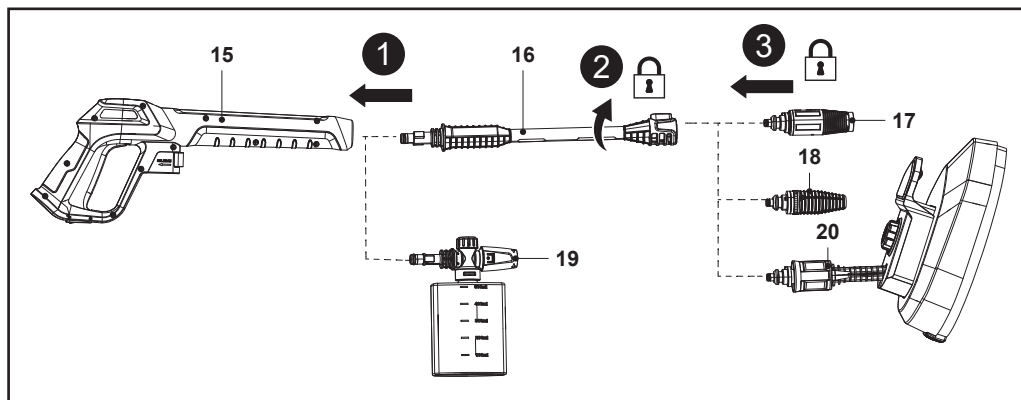

Fig. 3
1. Alinee e inserte la lanza de prolongación (16) o la boquilla de la botella de detergente (19) en el orificio de la pistola pulverizadora (15) (Fig. 3, paso 1).
2. Presione y gire a mano la lanza de prolongación (16) o la boquilla de la botella de detergente (19) en el sentido de las agujas del reloj contra la pistola pulverizadora (15) hasta que quede fijada en su sitio (Fig. 3, paso 2).
3. Alinee las dos pestañas de la boquilla con las ranuras de la lanza de prolongación (16) y, a continuación, inserte la boquilla turbo (17), la boquilla variable (18) o el cepillo de patio (20) hasta el final (Fig. 3, paso 3).